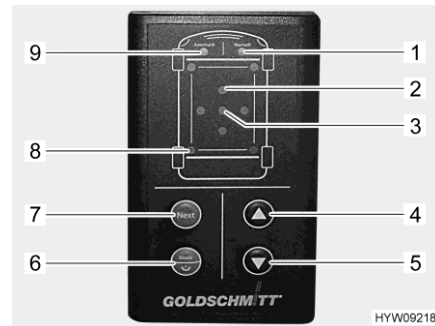

Fig. 41 Elemento de mando (apoyos de elevación hidráulicos)
Si el desequilibrio del vehículo es demasiado elevado, parpadea el LED rojo correspondiente "Inclinación" (Fig. 41,2). Seleccionar un soporte adecuado o manejar manualmente los apoyos de elevación bajo su propio riesgo.
Si por una depresión en el suelo, al extraer un apoyo de elevación, se ha alcanzado su longitud máxima, parpadean los LED "Funcionamiento manual" (Fig. 41,1) y "Modo automático" (Fig. 41,9) tres veces. En este caso, plegar los apoyos de elevación, colocar debajo apropiadamente el apoyo de elevación correspondiente, repetir entonces el proceso.
- Presionar la tecla "On/Off/modo de funcionamiento" (Fig. 41,6) durante más de 1 segundo. Después de conectarse, suena una señal acústica y se ilumina el LED "Modo automático" (Fig. 41,9).
- Pulsar brevemente "On/Off/modo de funcionamiento" (Fig. 41,6). El modo de funcionamiento cambia entre el funcionamiento manual y el modo automático. El LED correspondiente (Fig. 41,1 o Fig. 41,9) se ilumina.
- Pulsar la tecla "Extraer" (Fig. 41,5). Se efectúa automáticamente un procedimiento de alineación. Los LED "Apoyo de elevación" (Fig. 41,8) parpadean mientras los apoyos de elevación estén en movimiento. Si el vehículo está equipado con soportes abatibles: El movimiento de los apoyos de elevación se detiene después del despliegue para dar la oportunidad de colocarlos debajo. El LED "Modo automático" (Fig. 41,9) parpadea rápidamente.
- Volver a pulsar la tecla "Extraer" (Fig. 41,5). Se sigue efectuando el procedimiento de alineación.
- Pulsar la tecla "Plegar" (Fig. 41,4). Los apoyos de elevación se pliegan por completo. Los LED "Apoyo de elevación" (Fig. 41,8) parpadean mientras los apoyos de elevación estén en movimiento.
- En el modo automático, pulse brevemente la tecla "On/Off/modo de funcionamiento" (Fig. 41,6). Se ilumina el LED "Funcionamiento manual" (Fig. 41,1).
- Observar los LED "Inclinación" (Fig. 41,2). Un LED iluminándose indica que el vehículo debe elevarse por este lado.
- Pulse repetidamente la tecla "Next" (Fig. 41,7) hasta que el par de apoyos de elevación deseado quede seleccionado. Los LED correspondientes "Apoyo de elevación" (Fig. 41,8) se iluminan.
- Pulse repetidamente la tecla "Plegar" (Fig. 41,4) o la tecla "Extraer" (Fig. 41,5) hasta que se alcance la posición deseada.
- Pulse de nuevo la tecla "Next" (Fig. 41,7) hasta que otro par de apoyos de elevación deseado quede seleccionado. Continuar el proceso hasta que el vehículo esté alineado. El vehículo está alineado cuando el LED verde "Posición ok" (Fig. 41,3) se ilumina.
- Pulsar simultáneamente las teclas "On/Off/modo de funcionamiento" (Fig. 41,6), "Extraer" (Fig. 41,5) y "Plegar" (Fig. 41,4) y mantenerlas pulsadas durante 3 segundos.
- Después de una confirmación acústica y de la iluminación del LED "Posición ok" (Fig. 41,3), soltar las teclas. La posición se guarda como posición OK.